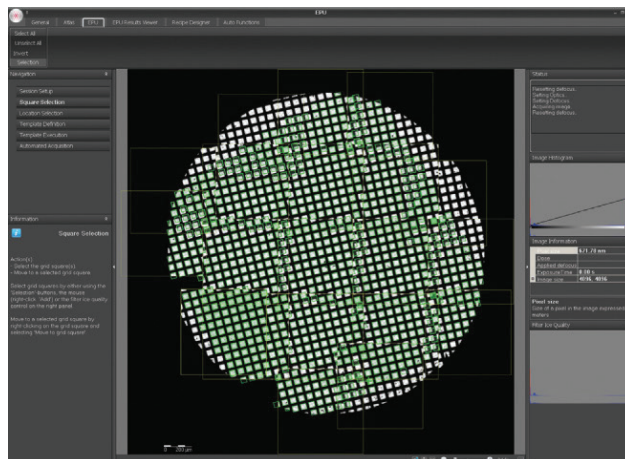

Рисунок 1: Панель выбора отображает тот же атлас образца, но со всеми квадратами сетки, выбранными по умолчанию.
1. Оценка качества образца. Оператор просматривает разные области образца и определяет его пригодность для автоматического исследования с помощью EPU. Для облегчения этой задачи, EPU автоматически подготовит атлас образца и представит оператору для ознакомления. Потенциально пригодные для исследования области должны содержать тонкие, прозрачные для электронного пучка места, заполненные льдом (Рис. 1).